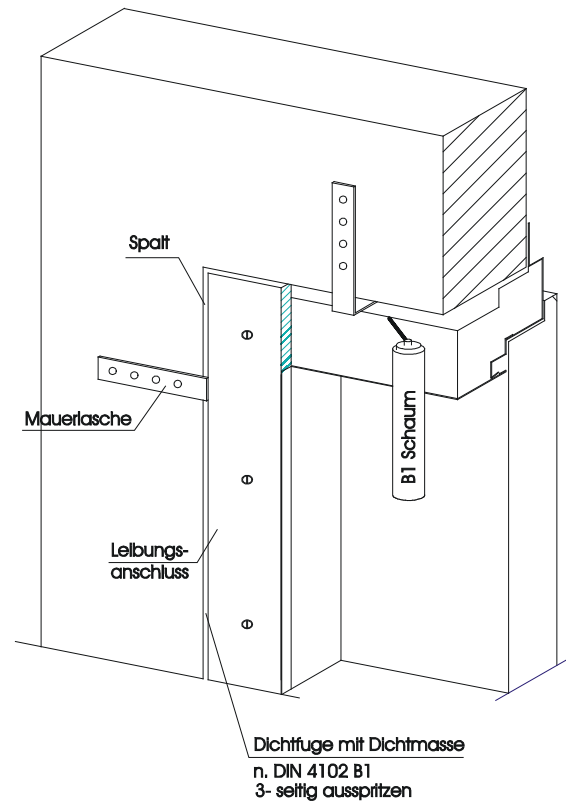

Bild 2.1
- 2.5 Hohlraum zwischen Zarge und Wand vollständig ausfüllen mit Illbruck Brandschutz-Pistolenschaum (P-NDS04-306). Überschüssigen Schaum nach Aushärtung abschneiden. 3-teilige Laibung an der Zarge anschrauben. Die Dichtfuge zwischen Zargenspiel und Wand, mit einer von Raupentiefe ≥ 20 mm ausführen (Bild 2.1). Nur aufquellenden Fugenverfüller Promaseal-Masitc Dichtungsmasse (Z-NDS04-373) verwenden.